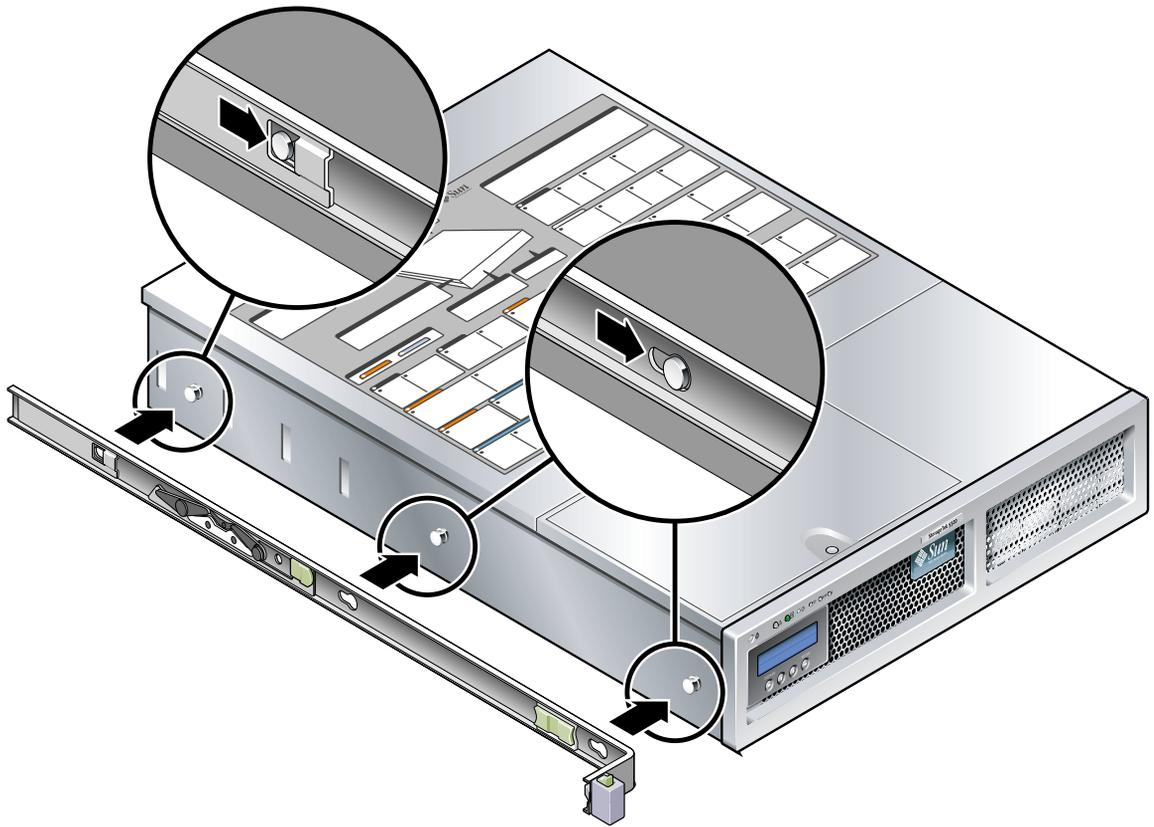

FIGURE 2-14 Fixation d'un support de montage au châssis
- a. Placez le support de montage contre le châssis du serveur (FIGURE 2-14) de sorte que le verrou du rail coulissant soit à l'avant et que les trois ouvertures allongées du support de montage soient alignées sur les trois taquets de repère sur le côté du châssis.
- c. Vérifiez que les trois taquets de repère sont bien dans les trois ouvertures allongées et que le taquet de repère arrière a enclenché le verrou du support de montage, comme illustré sur la droite de la FIGURE 2-14.